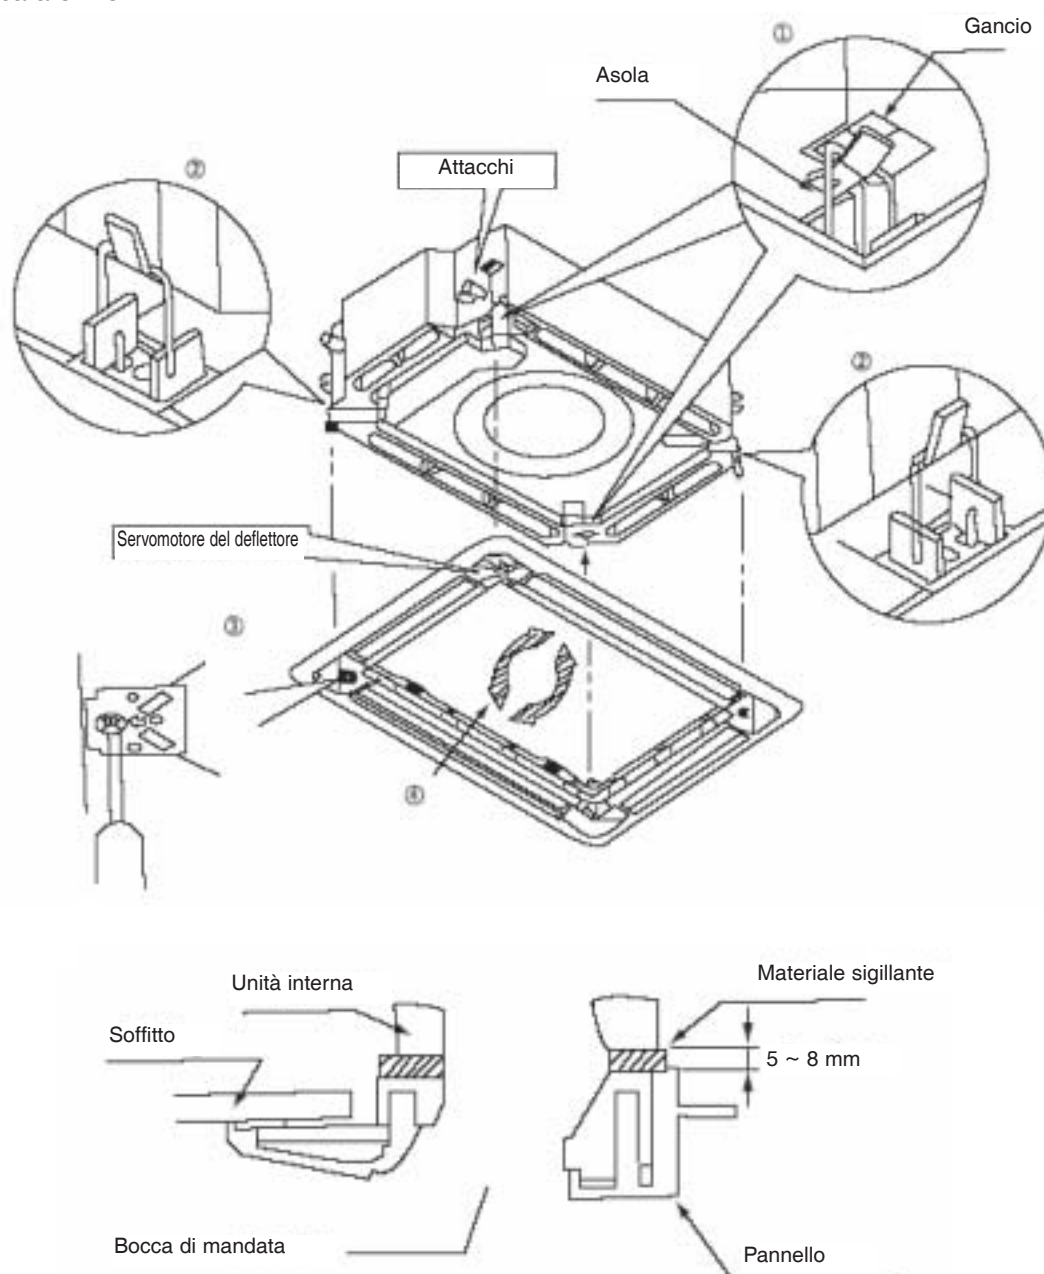

Fig. 4
1. Posizionare il pannello in modo che il servomotore del deflettore che si trova su di esso si trovi in corrispondenza degli attacchi (Fig. 4).